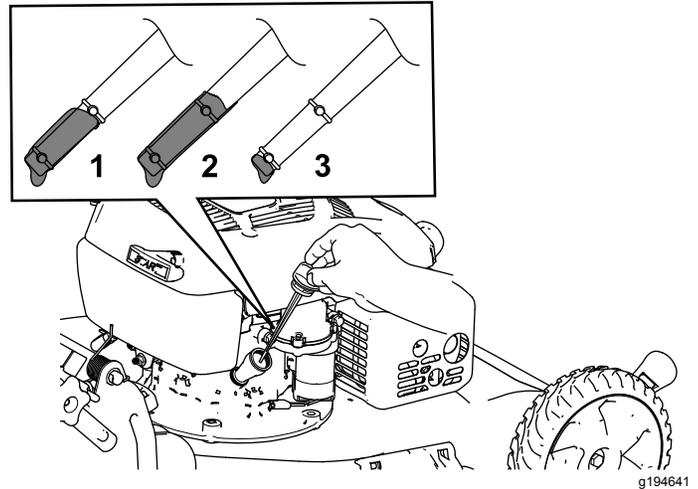

Figure 36
10. Vérifiez le niveau d'huile indiqué par la jauge (Figure 36).